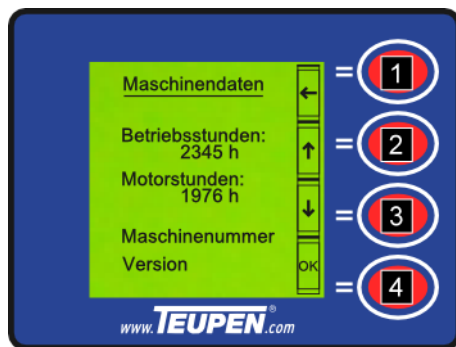

Abb. 65: Maschinendaten
1. Mit den [Funktionstasten] (Abb. 65/2 und 3) ein Untermenü auswählen.
2. Mit der [Funktionstaste] (Abb. 65/4) in das ausgewählte Untermenü springen.
3. Mit der [Funktionstaste] (Abb. 65/1) zurück in das [Hauptmenü] springen.